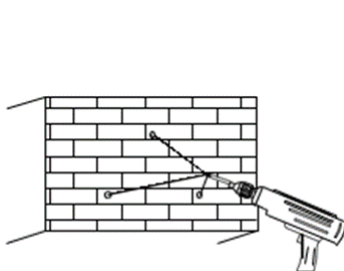

Fig. 2-2B
2. Rattacher le luminaire sur le mur (Fig. 2-2B-C).